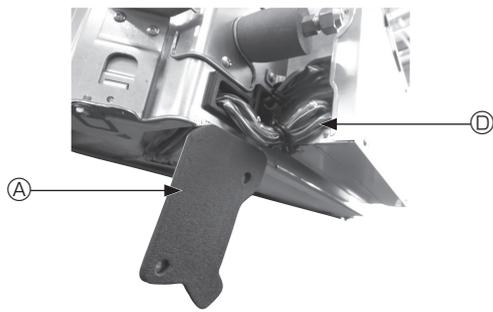

Fig. 5-4
- ① Die beiden Befestigungsschrauben der Kabelabdeckung am Hauptgerät entfernen und die Abdeckung abnehmen.
- ② Das Kabel des i-See-Sensors und Signalempfängers durch die Kabeleinführungen am Elektrokasten (siehe Abbildung) und um die Buchsen an der Seite des Hauptgerätes verlegen. (Fig. 5-4)